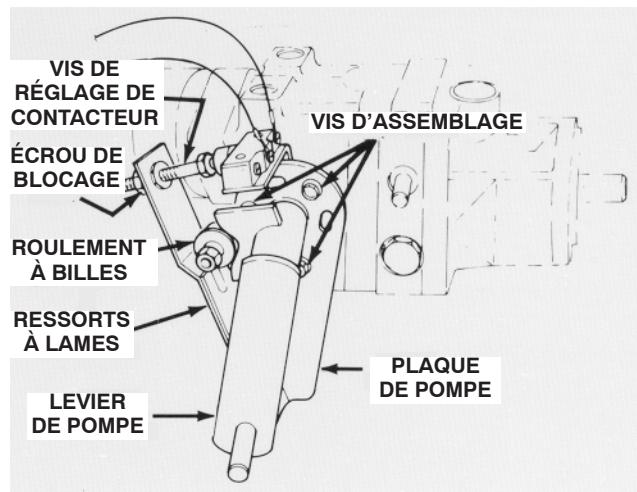

Figure 60
- Garez la machine sur une surface plane et horizontale, et arrêtez le moteur. Serrez le frein de stationnement, basculez le siège en avant et actionnez le levier de la pompe (Fig. 60) pour vérifier si l'ensemble est correctement positionné et fonctionne librement. Corrigez les défauts éventuels.
- Parce que la roue tourne, il faut régler la plaque de la pompe. Commencez par mettre la manette d'accélérateur en position bas régime. Si la roue tourne vers l'avant, desserrez les vis et tapez légèrement le bas de la plaque de la pompe dans le sens anti-horaire (Fig. 60). Tapez la plaque dans le sens horaire si la roue tourne en arrière (Fig. 60). Lorsque la roue s'arrête de tourner, serrez les vis de fixation de la plaque de la pompe contre le côté de la transmission. Vérifiez le réglage avec la commande d'accélérateur en position bas régime, puis haut régime.
- Fixation ou usure du roulement à billes (Fig. 60).
- Ressorts à lames affaiblis ou endommagés (Fig. 60). Remplacez.
- Actionnez le levier de la pompe (Fig. 60) pour vérifier que toutes les pièces fonctionnent librement et sont bien positionnées.
- Desserrez l'écrou de blocage. Tournez la vis de réglage du contacteur (Fig. 60) jusqu'à ce que la tête de la vis et le bouton du contacteur s'écartent l'un de l'autre.